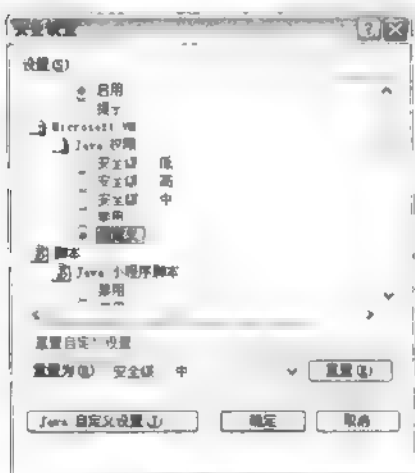

图 18.2 安全设置对话框
- (1) 打开 IE 网络浏览器。
- (2) 选择菜单工具 | Internal 命令。Internet 选项参数对话框就会弹出。
- (3) 单击【安全】选项卡。
- (4) 在【安全】选项卡中单击【自定义级别】按钮; 就会弹出安全设置对话框。
(5) 滑动到 Microsoft VM 选项, 选择如图 18.2 所示选项。在如图 18.2 窗口左下角就会出现 Java Custom Settings 按钮。
(6) 单击【Java 自定义设置】按钮, 就会弹出 Local internet 对话框。